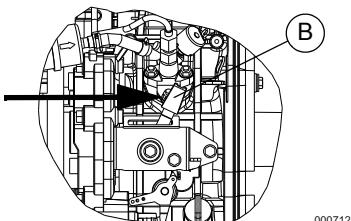

Figure 3-3. Levier de commande du moteur
5. Voir la Figure 3-3. Mettez le levier de commande du moteur à la position Marche (B).
Pour redémarrer le moteur, il faut mettre le levier de commande du moteur à la position Marche (B). Voir la Figure 3-3.